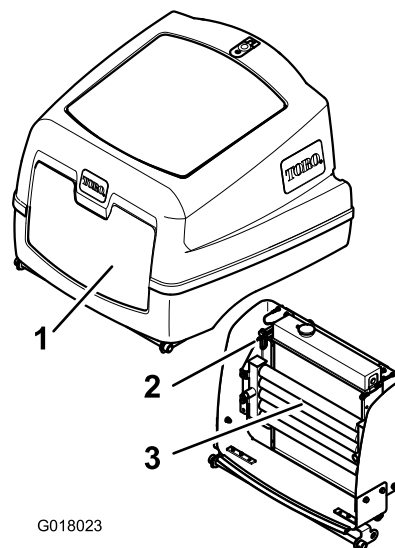

Figure 42
4. Déverrouillez et soulevez le capot moteur (Figure 42).